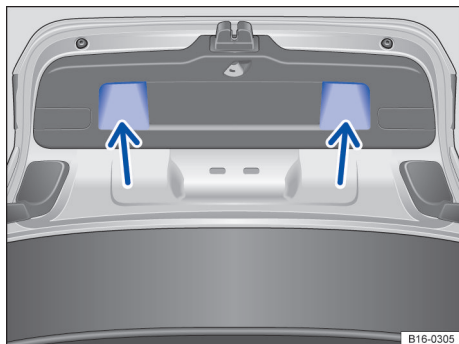

Fig. 63 Tampa traseira aberta: rebaiços (setas) para puxar e fechar.
- Puxar a tampa traseira pelo rebaiço no revestimento interno → Fig. 63 com impulso para baixo, de modo que se encaixe na fechadura → ⚠.